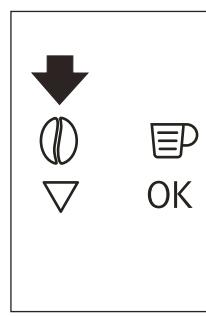

Fig. 15
- ▶ Aparatul este presetat să prepare cafea cu un gust normal. De asemenea, puteți alege cafea cu un gust foarte delicat, delicat, normal, puternic sau foarte puternic. Există, de asemenea, o opțiune pentru cafea pre-râșnită. Pentru a alege gustul dorit, atingeți de mai multe ori tasta  (B4) (Fig. 15). Este afișat gustul dorit pentru cafea.